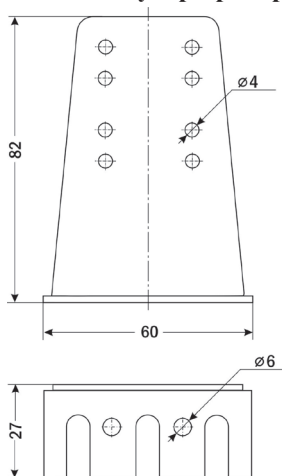

Рис. 4. Кронштейн для настенного крепления
- 1.2. Присоединение прибора к трубопроводу можно осуществлять как напрямую, так и с помощью импульсной трубки (в этом случае рекомендуется использовать входящий в комплект поставки кронштейн для настенного крепления, рис. 4). Подробнее см. раздел «Подключение с помощью соединительной трубки».
Установку прибора рекомендуется осуществлять при помощи кронштейна, закрепленного на плоской вертикальной поверхности. Габаритно-присоединительные размеры приведены на рис. 4.